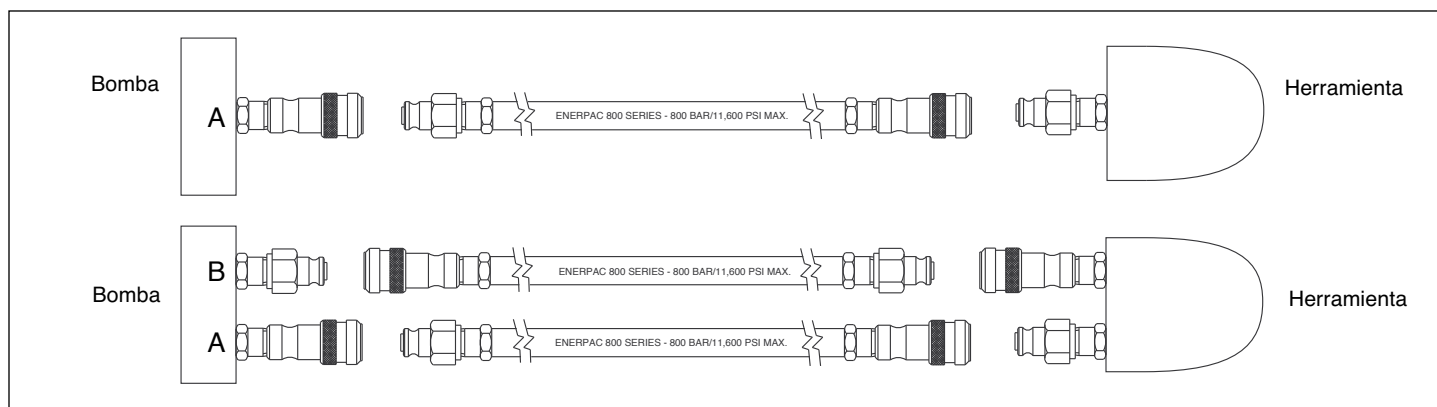

Figura 4 - Acoplamientos a la llave dinamométrica
2. Conecte el otro extremo de la manguera al acoplador de la llave, tal y como se muestra en la figura 4. Apriete con la mano los anillos de seguridad acopladores.
2. Acople las mangueras a la llave dinamométrica, tal y como se muestra en la figura 4. Apriete con la mano los anillos de seguridad acopladores. Cuando utilice el combinado de llave dinamométrica y bomba Enerpac, las mangueras de la Serie 800 están diseñadas para que la salida de la bomba correspondiente al avance sólo se pueda conectar a la entrada de avance de la llave, y la salida de la bomba correspondiente a la retracción únicamente se pueda conectar a la entrada de retracción de la llave.